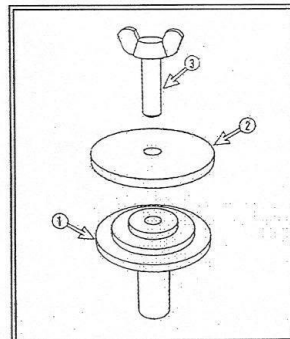

FIGURE 40
- Assembler tel qu'illustré à la Fig. 40.
DESCRIPTION DE LA FIGURE 40